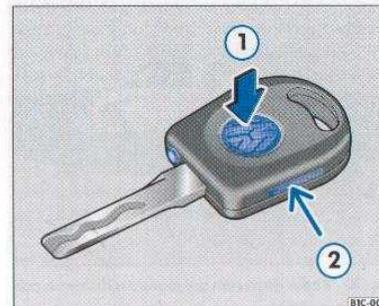

Fig. 8 Llave principal con luz
- Introduzca una moneda por la ranura lateral ⇒ fig. 8 flecha ② y desprenda la parte superior.